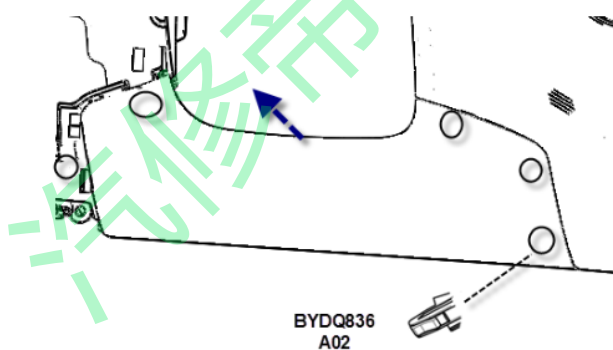

图 1.5.17 主驾 KAB 盖板总成
- (1) 拆卸前应了解仪表板下本体结构及各紧固元件位置（见图 1.5.17）
- (2) 用十字螺丝刀将两个十字槽凹穴六角头自攻螺钉(Q2756319F31A+Q42263)拆卸下来，用六角套筒（10 号）将 15 个六角头螺栓(Q150B0620T1F3A+Q40206)拆卸下来。
- (3) 确认与线束连接全部断开后，即可沿 X